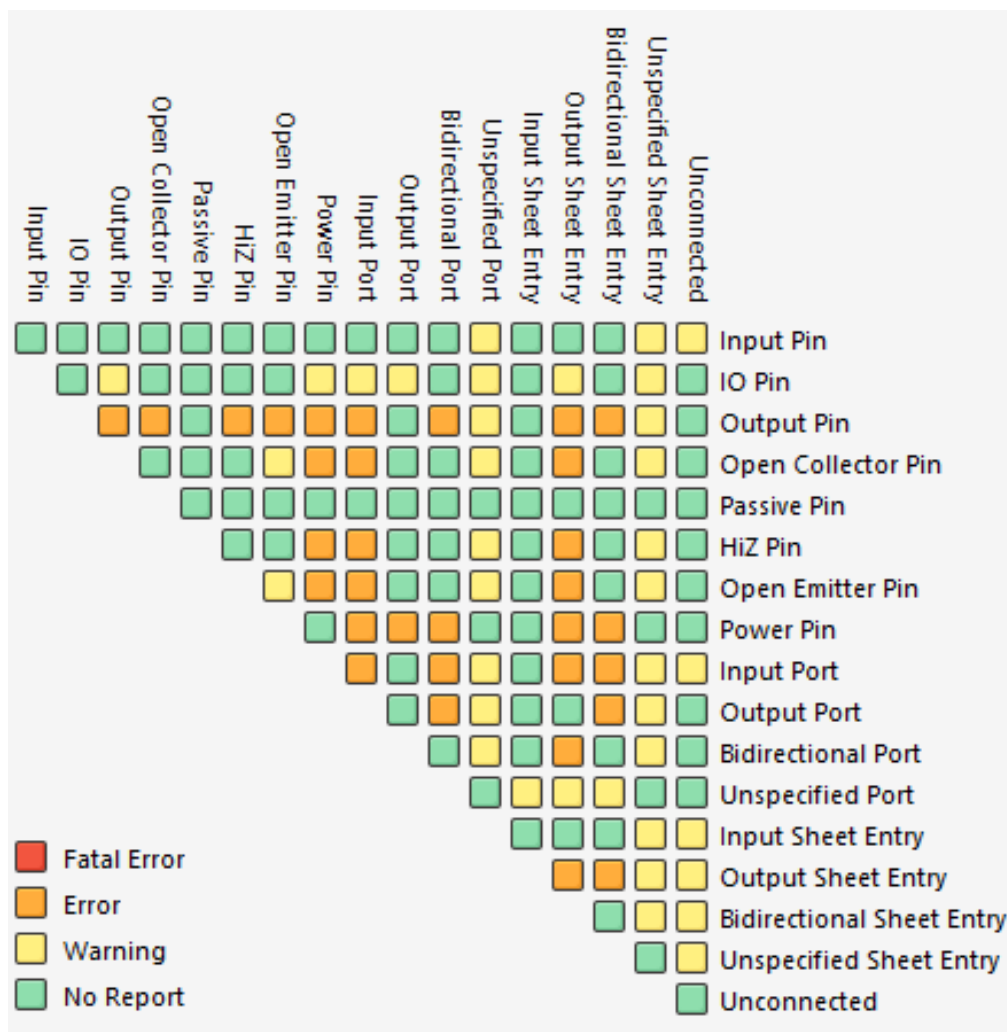

Рис. 2.22. Вкладка *Connection Matrix*
2. На вкладке *Connection Matrix* (рис. 2.22) определяются правила проверки электрических соединений схемы и назначается уровень реакции программы на различные виды ошибок, такие как соединение выхода с выходом, выхода с питанием, двунаправленного вывода компонента с выходом и т. п.